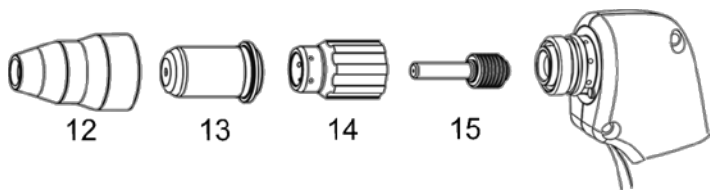

Рисунок 2
Перевірте та, за необхідністю, замініть робочі витратні частини плазмотрона: електрод, сопло, повітряне розподільне кільце (дифузор) (рис. 2). При встановленні електрода (15) не використовуйте інструменти – достатньо легкого зусилля пальців.